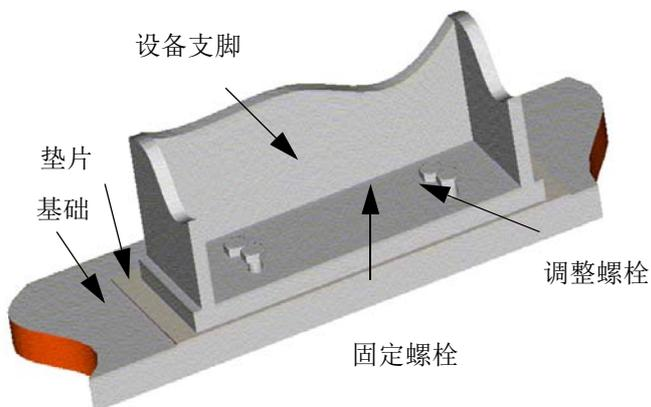

图 3-3 设备支持的垂直调整
为便于调正和能够安装垫片，要将调整螺栓装配到设备支脚上，参见图 3-3 设备支持的垂直调整。设备完全依靠调整螺栓支撑。请注意，设备必须停置在所有四个支脚（螺栓）上且基础面水平误差必须在 0.1 mm (4.0 mil) 以内或更佳。否则，设备外壳将发生扭曲，这样可能会损坏轴承或造成其它破坏。
5. 拧动调整螺栓或使用液压千斤顶垂直调正设备。为便于垂直平面上的调正，要将调整螺栓安装到水平设备的支脚上，参见图 3-3 设备支持的垂直调整。设备调正的精度有时会受其框架热胀冷缩的影响，请参阅章 3.6.4 热胀冷缩校正